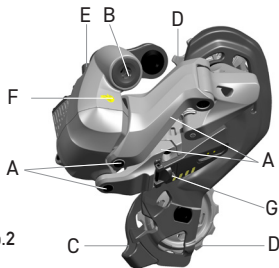

Abb.2
• Das Schaltwerk ist die Komponente des Antriebssystems des Fahrrads, die die Bewegung der Kette auf den Ritzeln ermöglicht, um unterschiedliche Übersetzungsverhältnisse zwischen Kettenradgarnitur und Laufrad zu erhalten (die Teile, aus denen das Schaltwerk besteht, sind in Abb. 2).